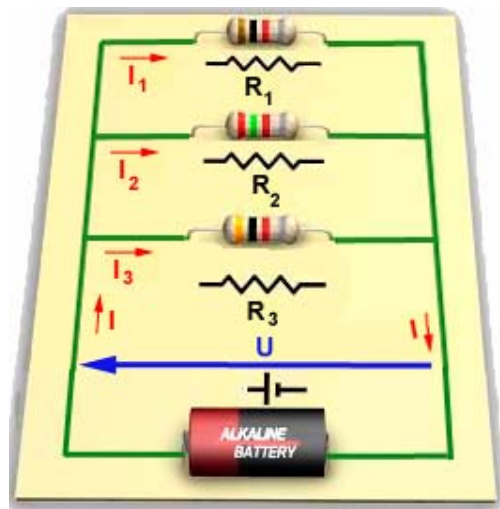

Figura 10 – Exemplo de associação em paralelo de resistores.
O circuito ilustrado na figura 10 apresenta uma *associação em paralelo* de resistores.
Verifica-se pela análise da figura 10 que, na associação paralelo, a tensão aplicada a todos os resistores é a mesma e igual a da fonte.
- 1) Calcule a resistência equivalente do circuito da figura 10, sabendo-se que $R_1 = 1 \text{ k}\Omega$, $R_2 = 2,5 \text{ k}\Omega$ e $R_3 = 3 \text{ k}\Omega$.
- 2) Sabendo-se que a tensão da fonte do circuito da figura 10 é igual a 13 V, calcule a corrente e a tensão em cada resistor.